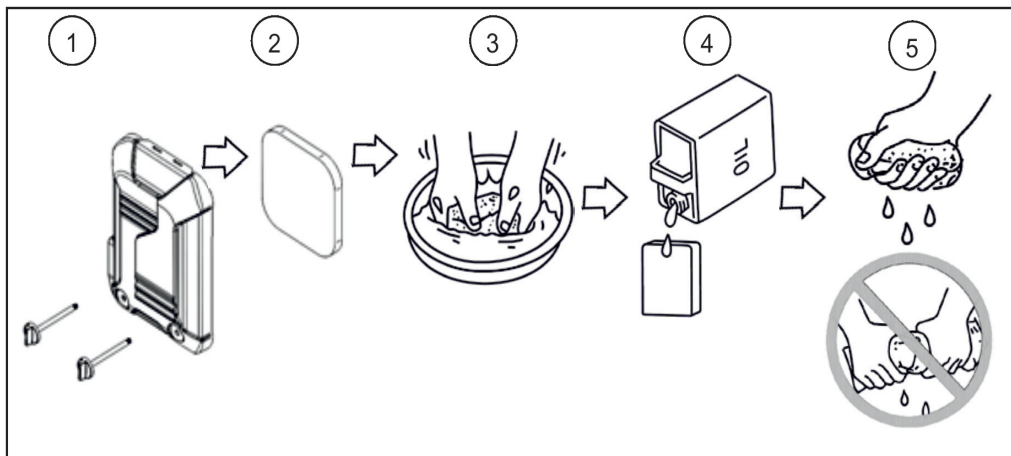

Рис. 22
1. Снимите крышку воздушного фильтра, открутив два винта крепления крышки (рис. 22)